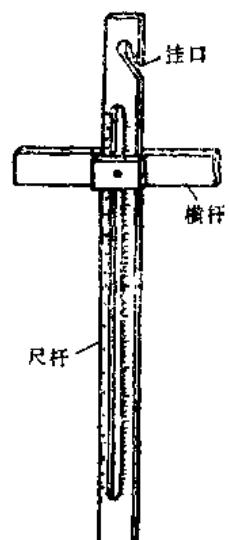

图 1-21 导线垂弧测量尺
7. 导线垂弧测量尺 它是用来测量户外架空线路导线垂弧的。测量时，每一个测量档需用两副测量尺，即测量档的两根电杆每根上面要用一副，才能测出该档距内导线的垂弧。测量尺上刻有尺寸刻度，测量时将横杆固定在规定的垂弧（设计规定值）刻度上。观测时，两副测量尺的横杆与导线的最低点三点成水平直线，即可测得导线垂弧。垂弧测量尺的形状如图1-21所示。